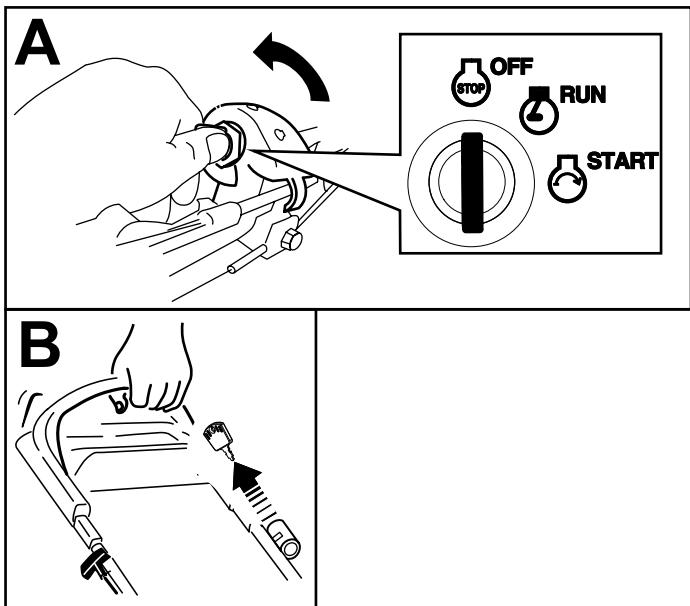

Figuur 20
1. Trek de vergrendeling van de mesbedieningsstang achteruit naar de mesbedieningsstang (Figuur 20).